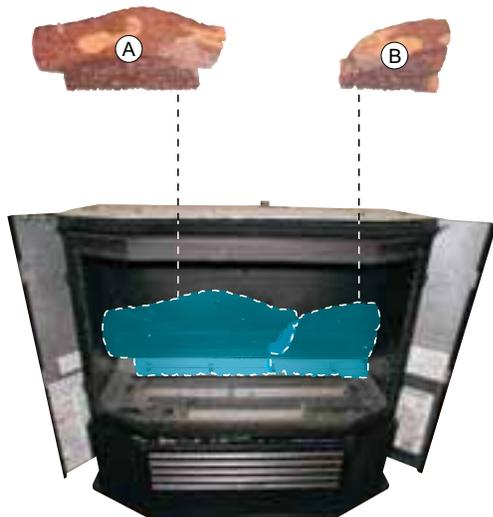

Figure 44
4. Placer la bûche arrière droite (B) et la bûche arrière gauche (A) derrière le brûleur arrière complètement contre le dos de la chambre de combustion. Voir Figure 44.
4. Vérifier visuellement l'absence de poussière et de débris sur les brûleurs. Voir les Figures 44 et 50.